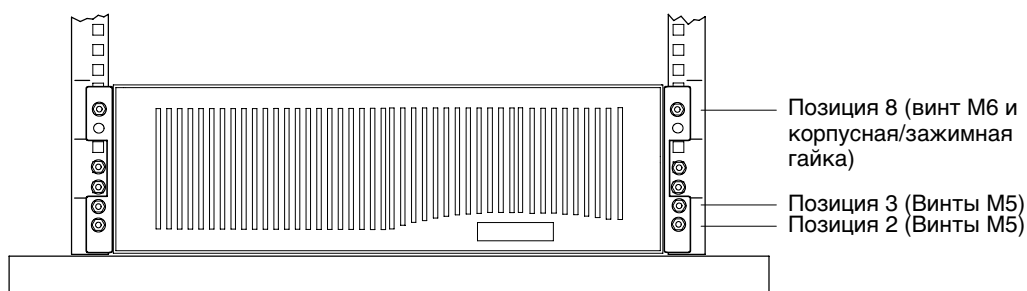

Рисунок 8. Крепление передней части EBM
12. Установите две корпусные/зажимные гайки, как показано на рис. 8. Если отверстия в стойке квадратные, используйте две корпусных гайки. Если отверстия в стойке круглые, используйте две зажимные гайки.
14. Закрепите переднюю часть корпуса в стойке, как показано на рис. 8.